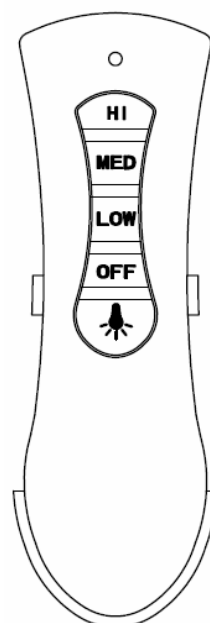

Fig. 14b
- Fare scorrere il telecomando all'interno del supporto (Fig. 14b).